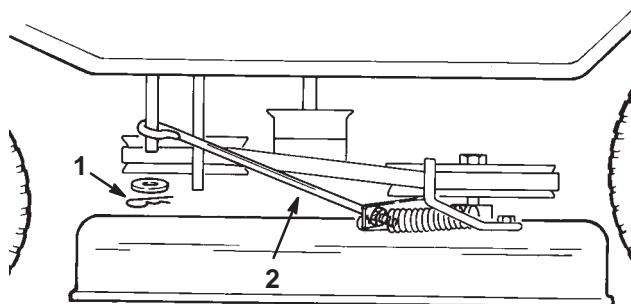

Figure 33
- 11.** Enlevez la goupille fendue et la rondelle du bras de commande des lames, du côté gauche de la machine (Fig. 33).